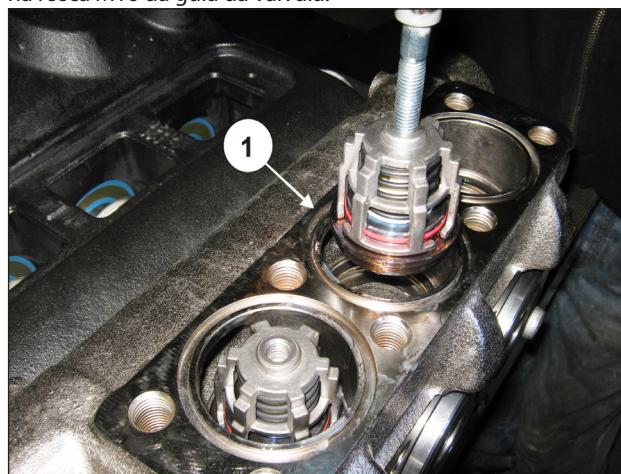

Fig. 102
Extraia o grupo da válvula de descarga por meio de um martelo extrator (cód. 27516400) a ser aplicado no orifício M10 da guia da válvula (pos. ①, Fig. 102) ou, além disso, um possível adaptador M10-M16 (código 25089700) a ser aplicado na rosca M16 da guia da válvula.